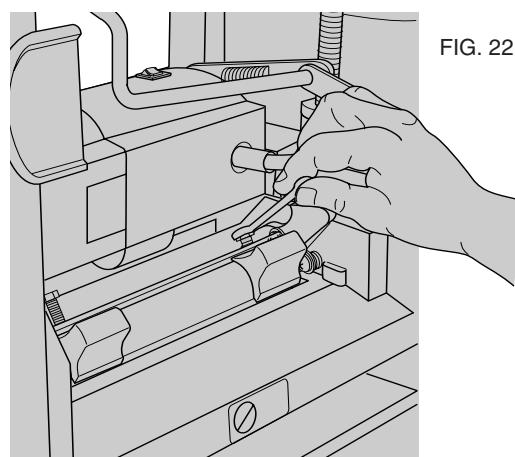

FIG. 22
4) Bien resserrer les deux boulons des extrémités à l'aide de la clé en L fournie (fig. 22).